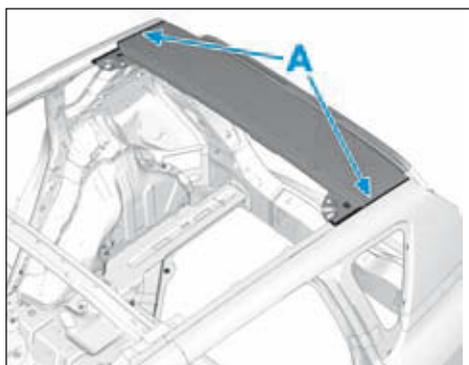

FIG.103
Le remplacement de cette pièce s'effectue d'une seule façon, il est nécessaire de fraiser les soudures (A) de la partie arrière du pavillon (Fig.103).